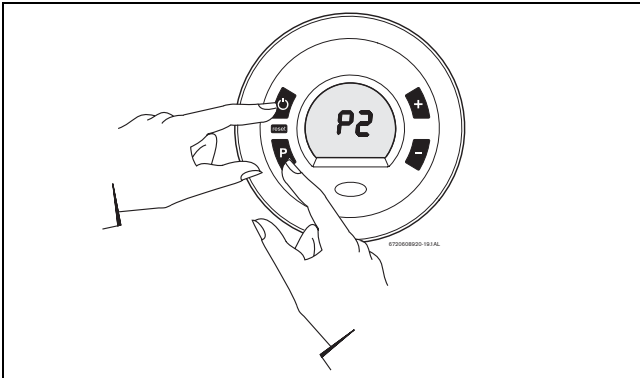

Fig. 47
- ▶ Mantenere premuto il tasto "P" di programmi e premere l'interruttore principale ON/OFF per accendere l'apparecchio (Fig. 47).